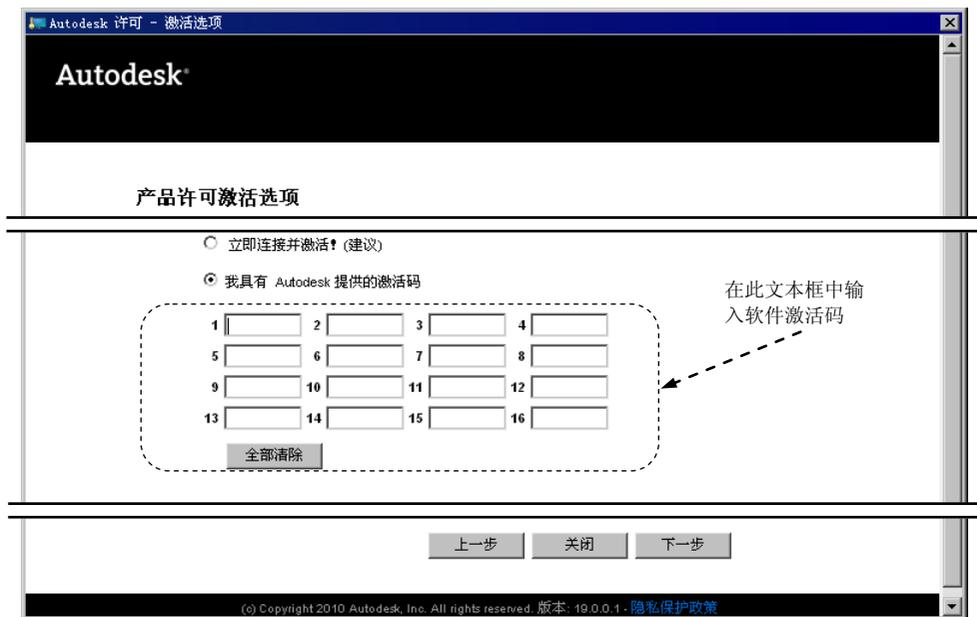

图 1.2.2 “Autodesk 许可-激活选项”界面（二）
(1) 在图 1.2.2 所示的“Autodesk 许可-激活选项”界面(二)选中 **我具有 Autodesk 提供的激活码** 单选项, 在其下方的文本框中输入软件激活码并单击 **下一步** 按钮。
(2) 系统弹出“Autodesk 许可-激活完成”界面，表明 AutoCAD 2014 软件已被激活，单击该界面中的 **完成** 按钮。至此便完成了 AutoCAD 2014 的激活，以后启动 AutoCAD 2014 时无需再激活。
(3) 启动 AutoCAD2014 后打开“Autodesk Exchange”界面，关闭该界面后系统进入 AutoCAD 2014 的使用界面。